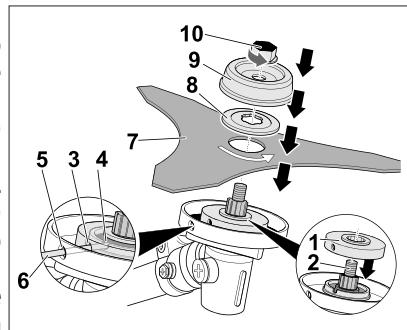

Fig. 06
- Para montar a lâmina de corte, insira o disco espaçador (1) no eixo (2), [Fig. 06].
- Em seguida use a chave Allen (6) para travar o disco (1). Insira a chave (6) no orifício (5) e a faça coincidir com o (3) e com o (4) para travar o conjunto. Em caso de alinhamento incorreto, não é possível proceder à montagem.
- Com o conjunto travado, insira no eixo (2) a lâmina de corte (7), a arruela de espaçamento (8), o protetor (9) e fixe com a porca (10), apertando no sentido anti-horário. Antes de apertar totalmente a porca, verifique se todas as peças estão devidamente encaixadas.
- Remova a chave (6) do conjunto, e a roçadeira estará pronta para ser usada com a lâmina de corte.